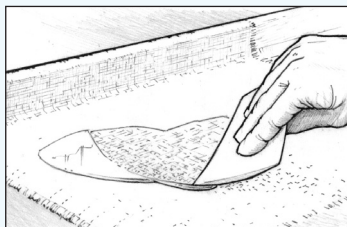

Figure 29 Étaler l'époxy à la surface du tissu avec une spatule en plastique
5. Étalez l'époxy à la surface du tissu avec une spatule en plastique 808, en poussant délicatement le mélange vers les zones sèches (*Figure 29*). Le tissu devient transparent à mesure qu'il est imprégné, ce qui indique qu'il a absorbé suffisamment d'époxy. Si vous appliquez le tissu sur une surface poreuse, laissez suffisamment d'époxy pour qu'il puisse être absorbé à la fois par la toile et par la surface du dessous. Essayez de limiter les coups de spatule, car plus la surface imprégnée sera travaillée, plus elle contiendra de petites bulles d'air en suspension dans l'époxy. Ceci est particulièrement important lorsque vous désirez obtenir une finition transparente.